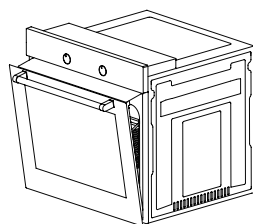

Figura 17
2. Abbinare le 2 linguette di montaggio sul deflettore termico con le 2 fessure sotto il pannello di controllo, quindi fissate il deflettore tra forno e porta chiudendola delicatamente. (figura 17)